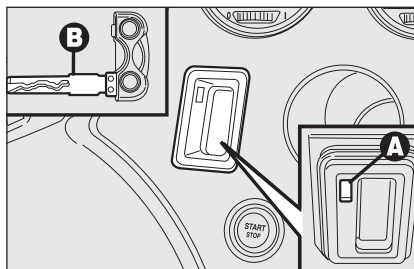

fig. 8
- ☐ inserire l'inserto metallico **B-fig. 8** della chiave elettronica nella fessura **A**;
AVVERTENZA Non introdurre nella fessura **A-fig. 8** oggetti diversi dall'inserto metallico **B** della chiave elettronica.